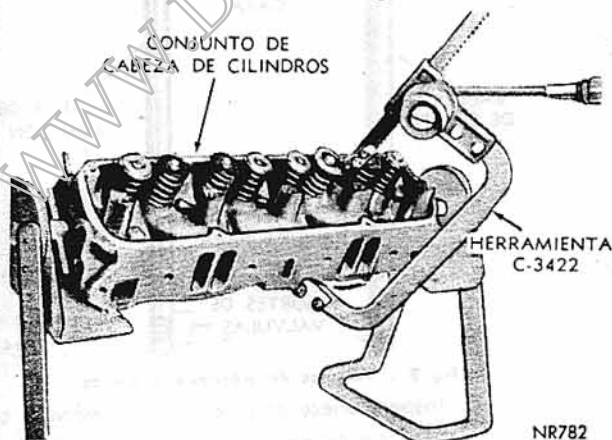

Fig. 5 - Compresión de los Resortes de Válvula (Herramienta C-3422).
1. Con las cabezas de cilindro desmontadas, comprímase los resortes de válvula, usando la Herramienta C-3422 (Fig. 5).